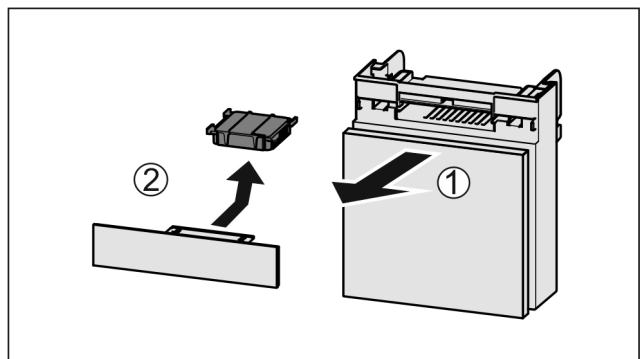

Fig. 98
- Trekk ut Fig. 98 (1) hyllen fremover.
- Ta ut Fig. 98 (2) aktivkullfilteret.